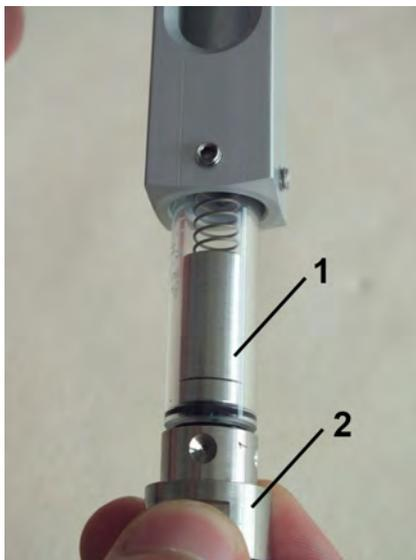

Abb. 38: Innenteile herausziehen
4. ➔ Innenteile (Abb. 38/1) des Gerätes (Schauglas, Feder und Schwebekörper mit Magneten) als Einheit mit der Verschraubung (Eingang) (Abb. 38/2) vorsichtig von unten aus der Gerätehülse herausziehen